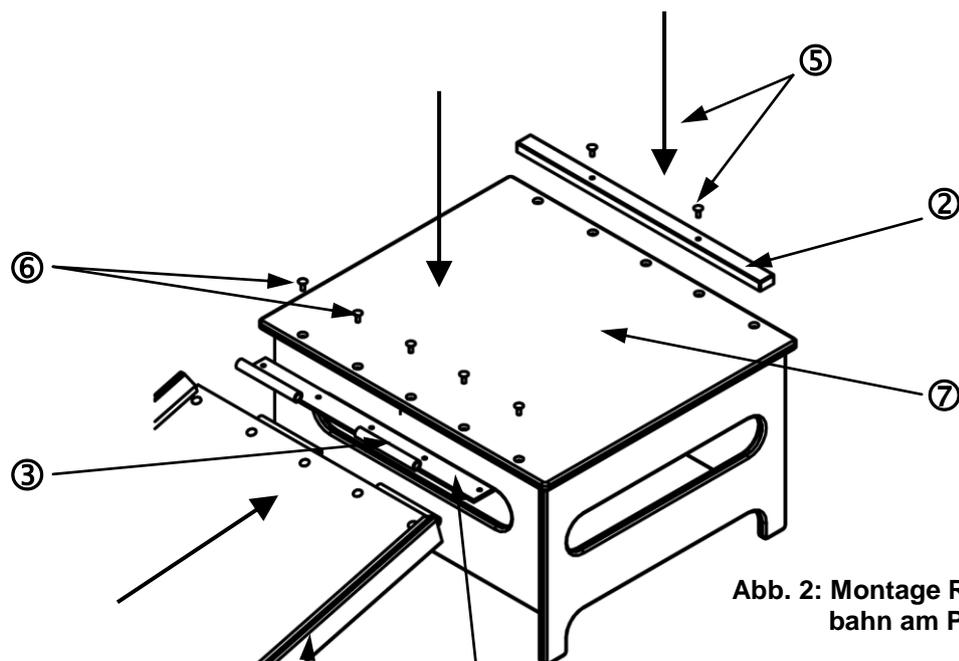

Abb. 2: Montage Rollbrettbahn am Podest
Schrauben Sie das lose Scharnierteil ③ unter der Deckplatte des Stufenpodestes ⑦ entsprechen der Abb.:2 fest. Nutzen Sie dazu die Senkschrauben mit den Sicherungsmuttern ⑥.
Auf der Gegenseite des Podestes ⑦ schrauben Sie bitte die Begrenzungsleiste ② mittels Schlossschraube, Scheibe und Mutter ⑤ auf (Siehe Abb.2).